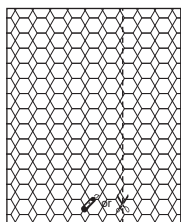

FIG. 23
2. Marque una línea por el lado modelado del panel de aislamiento proporcionado según la anchura medida en el Paso 1 y, a continuación, corte el panel de aislamiento por la línea (FIG. 23).